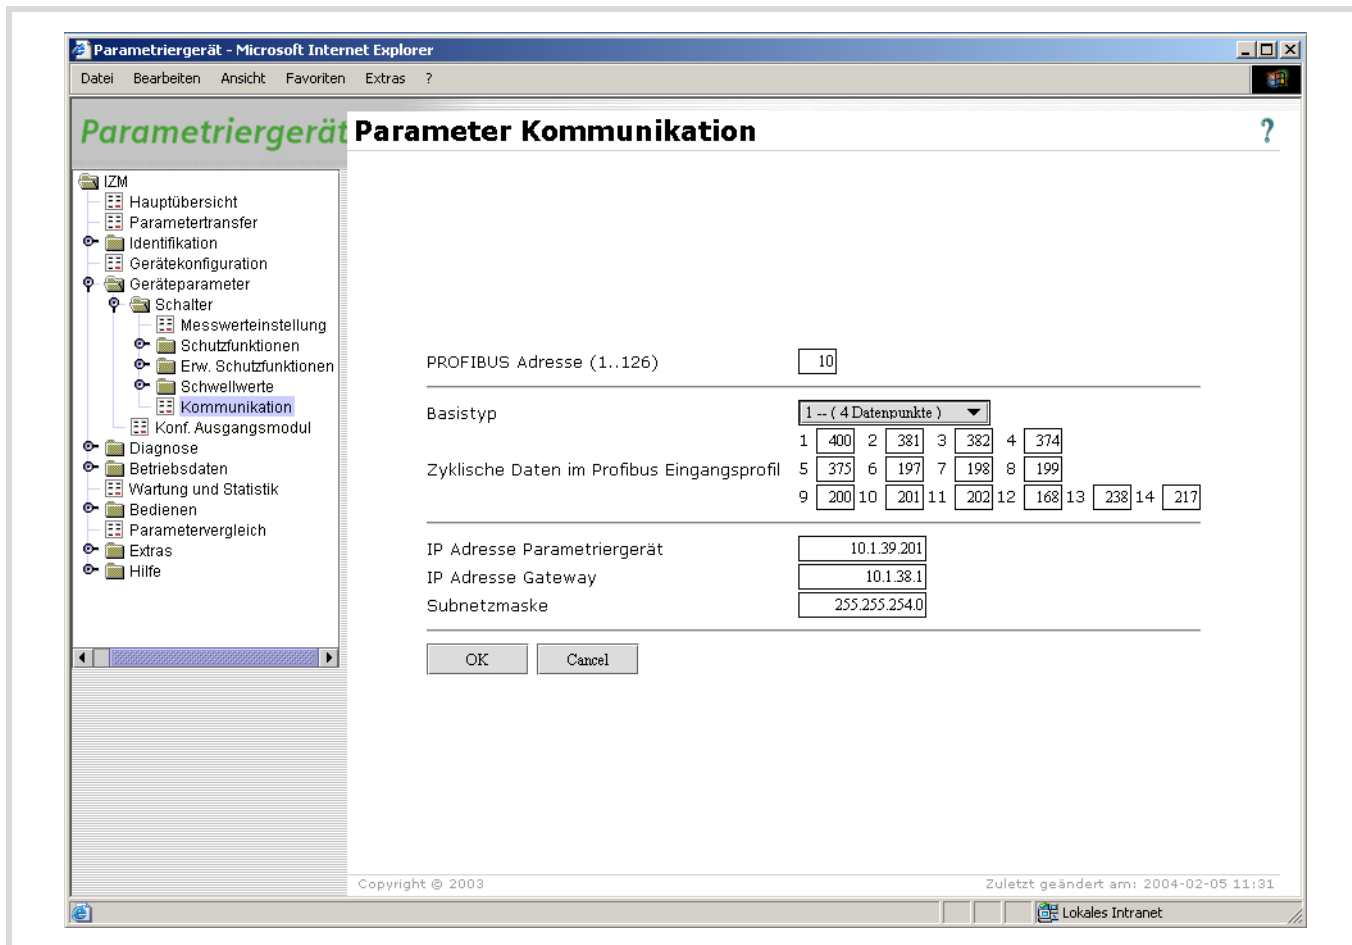

Abbildung 28: Einstellung der Kommunikationsparameter mit dem PG(E)
Die Einstellung der Kommunikationsparameter kann über das PG(E) erfolgen (→ Abbildung 28). Mit dem PG(E) sind zusätzlich die Parameter für den Betrieb am Ethernet, Intranet oder Internet einstellbar.